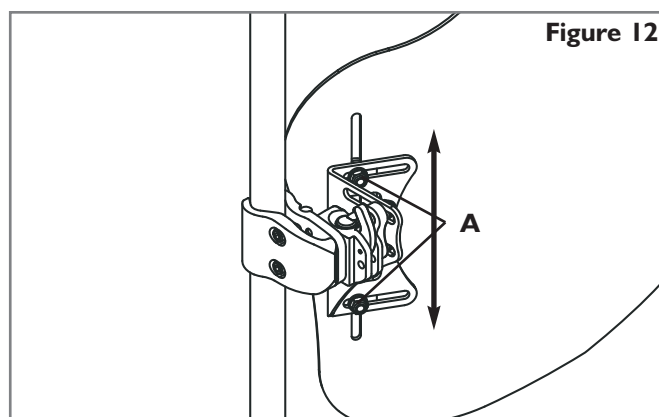

Figure 12
1. Réglage en hauteur (Fig. 12)
- Désérrez les écrous des pinces de fixation (A) et ajustez la hauteur de la coquille de dossier à la position requise.
- Serrez les écrous de la pince de manière sûre (A). Les spécifications de couple de serrage recommandées sont de 8,5 - 9,3 Nm (75 - 85 in-lbs).